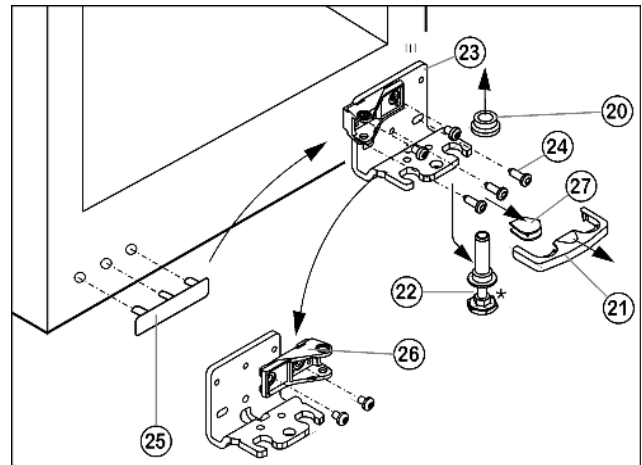

Fig. 7
- ▶ Sicherung *Fig. 7 (21)* nach vorn abziehen.
- ▶ Abdeckung *Fig. 7 (27)* abziehen.*
- ▶ Stellfuß *Fig. 7 (22)* ganz eindrehen.
- ▶ Lagerbolzen *Fig. 7 (22)* nach unten und vorn herausziehen. Dabei auf Scharnierbuchse *Fig. 7 (20)* achten.
- ▶ Lagerbock *Fig. 7 (23)* abschrauben (3 x Torx 25) *Fig. 7 (24)*.
- ▶ Griffseitige Abdeckung *Fig. 7 (25)* vorsichtig abheben und umsetzen.
- ▶ Lagerbock *Fig. 7 (23)* auf der neuen Scharnierseite **fest (mit 4 Nm)** ggf. mit Hilfe eines Akkuschraubers wieder festschrauben.
- ▶ Lagerteil *Fig. 7 (26)* abschrauben und um 180° gedreht wieder festschrauben.
- ▶ Abdeckung *Fig. 7 (27)* auf der Gegenseite aufsetzen.*
- ▶ Die Sicherung (21) muss seitlich am Lagerbock einrasten, damit der Lagerbolzen und damit die Tür gesichert ist.
- ▶ Sicherung (21) auf Lagerbock wieder aufsetzen.
- ▶ Scharnierbuchse *Fig. 7 (20)* aufsetzen.